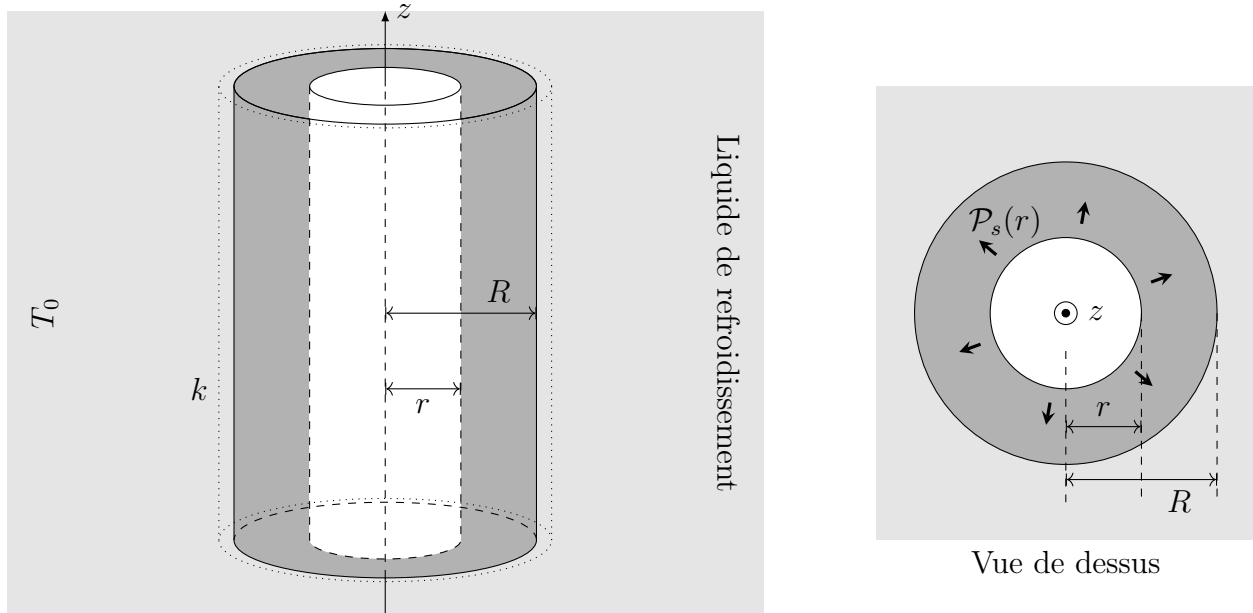

FIGURE 3 – Fil supraconducteur en régime stationnaire
Le matériau supraconducteur étudié a la forme d'un fil cylindrique de rayon R , de très grande longueur (figure 3). Il est entièrement plongé dans un liquide réfrigérant qui maintient une température uniforme $T_0 < T_{sc}$, avec lequel les échanges thermiques se font selon la loi de NEWTON. La totalité du fil cylindrique est le siège d'une production de puissance électromagnétique avec la densité volumique supposée uniforme et constante p_u .
- – 8. Exprimer la puissance totale $\mathcal{P}_s(r)$ évacuée par une hauteur H de la partie du fil située au plus à la distance r de l'axe avec $0 \leq r < R$, cf. figure 3.